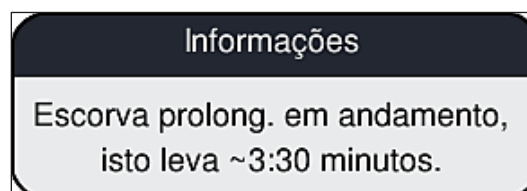

Fig. 106
6. Na tela, surge a mensagem de informações (→ Fig. 106) que informa o usuário sobre a duração. Esta mensagem aparece assim que o bombeamento de ar é concluído.